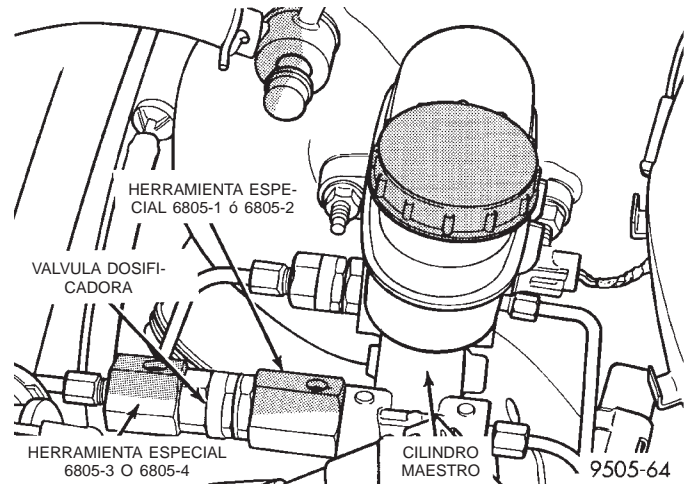

Fig. 27 Instalación de la válvula dosificadora para la prueba de presión
(4) Instale la conexión para prueba de presión, herramienta especial 6805-1 ó 6805-2 (Fig. 27) en el orificio de salida del cilindro maestro del que se retiró la válvula dosificadora.
(5) Instale la válvula dosificadora en la conexión para prueba de presión instalada en el orificio de salida del cilindro maestro (Fig. 27).
(6) Instale la conexión para prueba de presión, herramienta especial 6805-3 ó 6805-4 (Fig. 27), en el orificio de salida de la válvula dosificadora.
(7) Conecte el tubo de freno hidráulico en la conexión para prueba de presión que se instaló en la válvula dosificadora (Fig. 27).